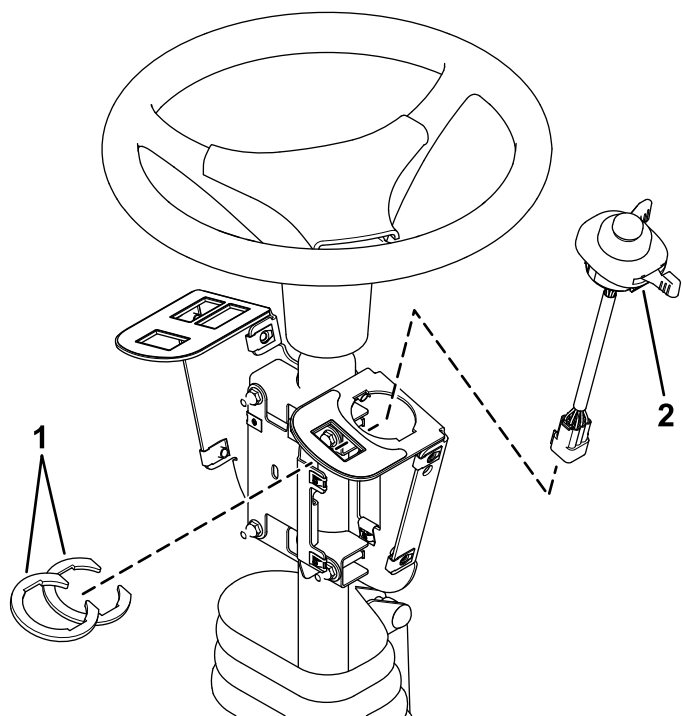

Figura 5
- Montate l'interruttore multifunzione sul relativo supporto e fissatelo con le sue clip sotto al foro destinato all'interruttore (Figura 5).